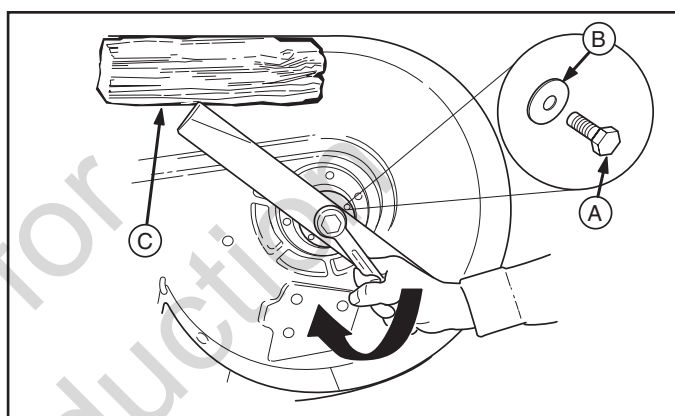

Figura 29
3. Quite el tornillo de cabeza hexagonal (A, Figura 29), la arandela de presión (B) y la cuchilla.
6. Vuelva a instalar la cuchilla (Figura 29) con los elevadores apuntando hacia la plataforma del cortacéspedes como se muestra.
7. Vuelva a instalar la arandela de presión (B) y el tornillo de cabeza hexagonal (A). Utilice un bloque de madera (C) para prevenir la rotación de la cuchilla al apretar el tornillo de cabeza hexagonal (A) a 50-60 libras-pie (68-81 Nm).